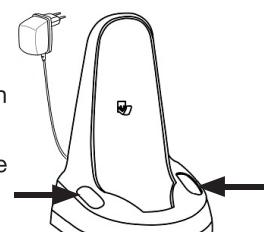

Abbildung 12
- Das Zubehör kann in den dafür vorgesehenen Fächern auf beiden Seiten des Ladesockels verstaut werden (Abb. 12).